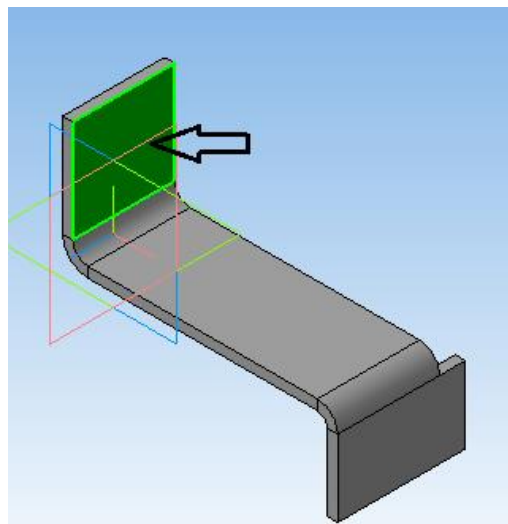

Рисунок 35.
1. Для создания сгиба по линии необходимо указать грань, на которой будет формироваться сгиб, и создать «Эскиз» (рисунок 35).